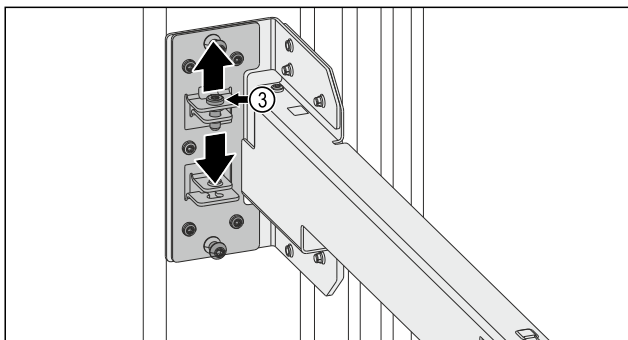

Fig. 15
- ▷ Ослабте гвинт Fig. 15 (3).
- ▷ Затягніть гвинт Fig. 15 (3).